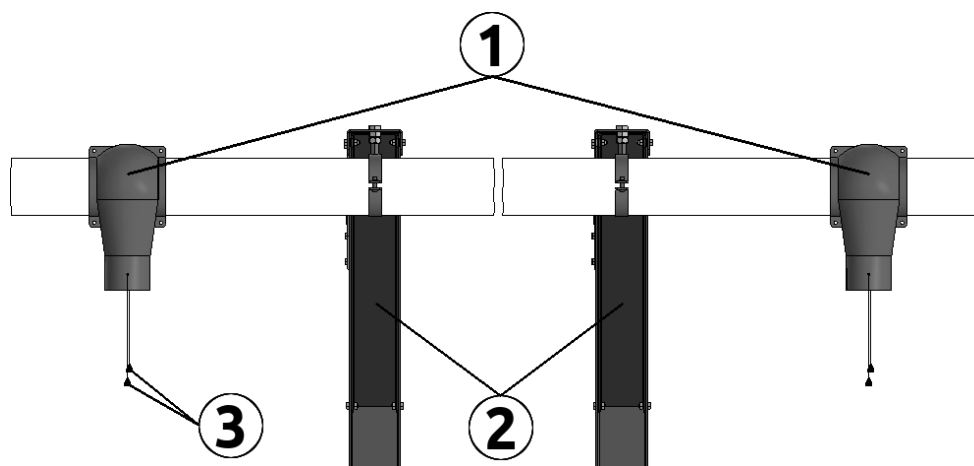

Рисунок 3.4
Гибкий шнек состоит из комплекта пластиковых труб и спирали. Гибкость установки транспортера обеспечивается одним или несколькими металлическими коленами, которые устанавливаются в местах его поворота. С одной стороны, гибкий шнек монтируется к приводному узлу, противоположный - к трубе поддона приемника кормов. В птичнике (рис.3.4) шнек крепится на кронштейнах (2), установленных на клеточных батареях. Непосредственно над каждым бункером продольного кормления внизу труб шнека вырезаются отверстия для просыпания кормов. В местах отверстий на шнеке устанавливаются опуска (1), через которые корма подаются в бункеры продольного кормления. Внутри опуска имеют заслонку, которой открывается/закрывается подача кормов в определенный бункер продольного кормления при помощи шнуров (3).